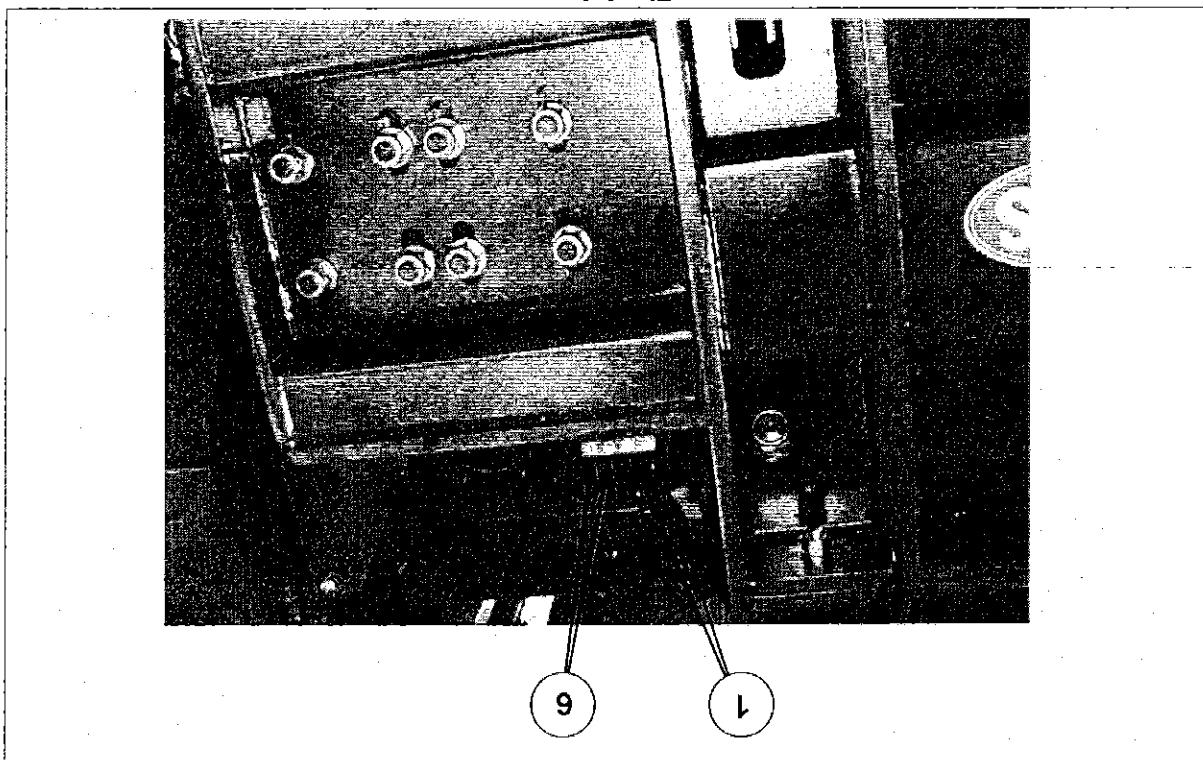

Fig. 8-1
- 1) Ingrassaggio cuscinetto supporto albero fresa fig. 8-1 part. 1 q.tà 4
- 6) Ingrassaggio guide tegolo fig. 8-1 part. 6 q.tà 2